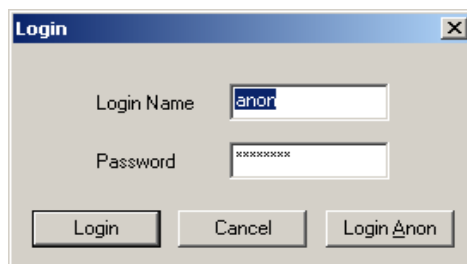

Рисунок 17
7.5.2 Чтобы открыть окно регистрации Login, рисунок 17, выберите Connection > Login As или щелкните кнопку символ Ключ  - Login As на панели соединения Главного меню ПО PSCSV™.